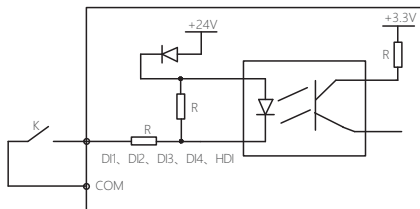

图5-12 使用内部+24V电源的连线方式
a) COM是DI1 ~ DI4及HDI的公共端子, 端子固定接+24V。DI1 ~ DI4及HDI与外部典型的接线方式如图5-12和5-13所示: